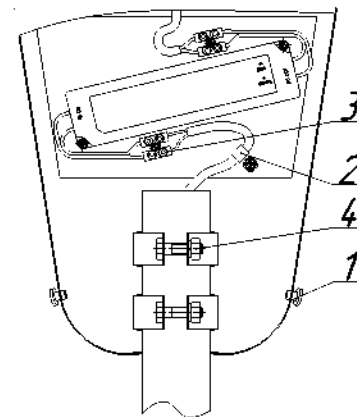

Рисунок 2
- 4.2. Отвернуть два болта 1 (см. рис.2) и открыть крышку.